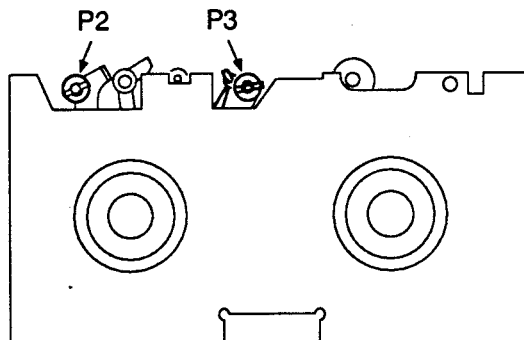

Fig. 27
- Einstellplatte nach Abbildungen Fig. 27 / 30 auf die Wickelteller legen.
- Place the Post Adjustment Plate onto the spool carrier as shown in Fig. 27 / 30.
- Applicare al piatto la piastra di regolazione (vedi fig. 27 e 30)